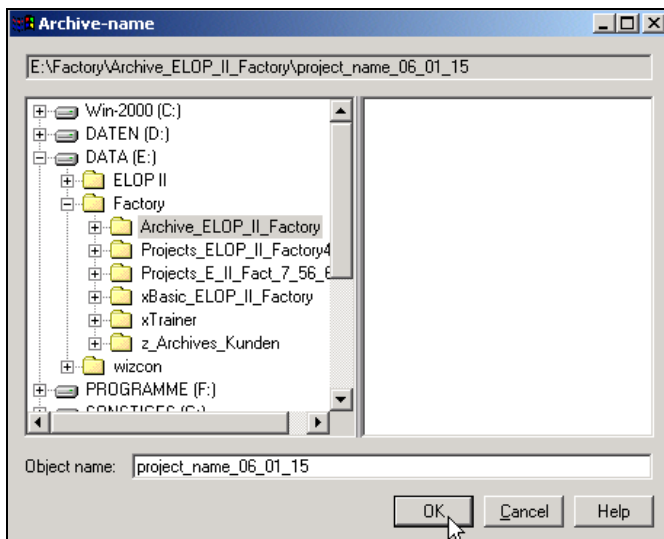

Fig. 182: Definir o nome do arquivo
- ☐ O nome do arquivo é definido clicando em **Browse...**, na janela de diálogo (Fig. 182), selecionando um diretório e introduzindo o nome do arquivo no campo “Target-file”.